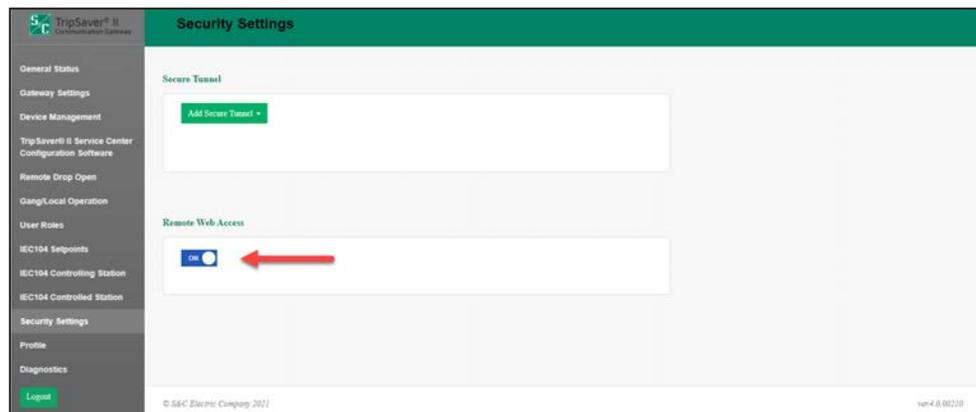

Figura 65. Seletor da Função de Ativação do Acesso Web Remoto.
O botão **Remote Web Access** permite o acesso do usuário à Internet via Porta 2 Ethernet. Este ajuste de configuração somente pode ser atualizado pelo usuário administrador, e somente depois que o usuário administrador fez a troca da senha default. Ver Figura 65 na página 66. Ver a seção “Habilitação do Acesso Web Remoto” na página 66.
**PASSO 2.** Na tela *Security Settings*, a função **Acesso Web Remoto** deve ser colocada na posição **On** (Ativa). Ver Figura 65.